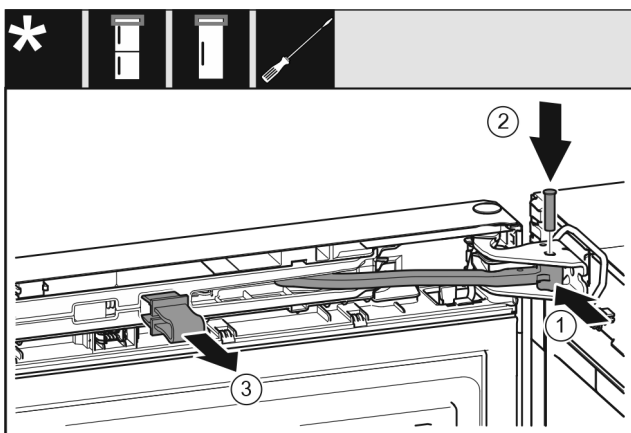

Fig. 30
- ▶ Tourner la jointure Fig. 30 (1) dans le support de palier.
- ▶ Insérer l'axe Fig. 30 (2) dans le support de palier et la jointure. Veiller à ce que l'ergot soit bien en place dans la rainure.
- ▶ Retirer la fixation Fig. 30 (3).